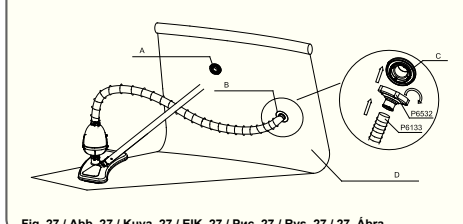

Fig. 27 / Abb. 27 / Kuva. 27 / EIK. 27 / Pnc. 27 / Rys. 27 / 27. Ábra
- For pool equipped with connection valves: remove the debris screen from inside of the pool's outlet valve and screw the hose adapter (P6532) onto the outlet valve. Connect the hose (P6133) to the hose adapter (P6532). (See Fig. 26 and See Fig. 27)
- Para piscinas equipadas com válvulas de ligação: remova a tela de proteção dos refugos de dentro da válvula de saída da piscina e aperte o adaptador da mangueira (P6532) na válvula de saída. Ligue a mangueira (P6133) ao adaptador da mangueira (P6532). (Veja Fig. 26 e Fig. 27)
- Para piscinas equipadas con válvulas de conexión: Quite la pantalla de desechos desde dentro de la válvula de salida de la piscina y enrosque el adaptador de la mangueira (P6532) en la válvula de salida. Conecte la mangueira (P6133) al adaptador de la mangueira (P6532) (Vea Fig. 26 y Fig. 27)
- Für Pools mit Anschlussventil-Ausstattung: Entfernen Sie das Schmutzsieb aus dem Pool-Ablassventil und schrauben Sie den Schlauchadapter (P6532) auf das Ablassventil. Schließen Sie den Schlauch (P6133) an den Schlauchadapter (P6532) an. (Siehe Abb. 26 und siehe Abb. 27)
- Voor zwembaden uitgerust met aansluitventielen: haal het scherm uit de uitlaatklep van het zwembad en schroef de slangadapter (P6532) op de uitlaatklep. Sluit de slang (P6133) aan op de slangadapter (P6532) (Zie Fig. 26 en Zie Fig. 27)
- Pour les piscines équipées de soupapes de connexion: enlevez la grille de protection de l'intérieur de la valve d'évacuation et vissez l'adaptateur (P6532) sur la valve d'évacuation. Fixez le tuyau (P6133) à l'adaptateur (P6532) (Voir Fig. 26 et Fig. 27)
- W przypadku basenu wyposażonego w zawory łączące: usuń sitko filtrujące z zaworu sprywnego basenu i nakręć złączące węzła na (P6532) zawór sprywny. Podłącz węzła (P6133) do złączące węzła (P6532) (Zob. Rys. 26 i Rys. 27)
- För pooler som är utrustade med kopplingsventiler: avlägsna smutsfiltret från insidan av poolens utmatningsventil och skruva fast slangadaptern (P6532) till utmatningsventilen. Koppla slang (P6133) till slangadaptern (P6532) (Se Fig. 26 och Fig. 27).